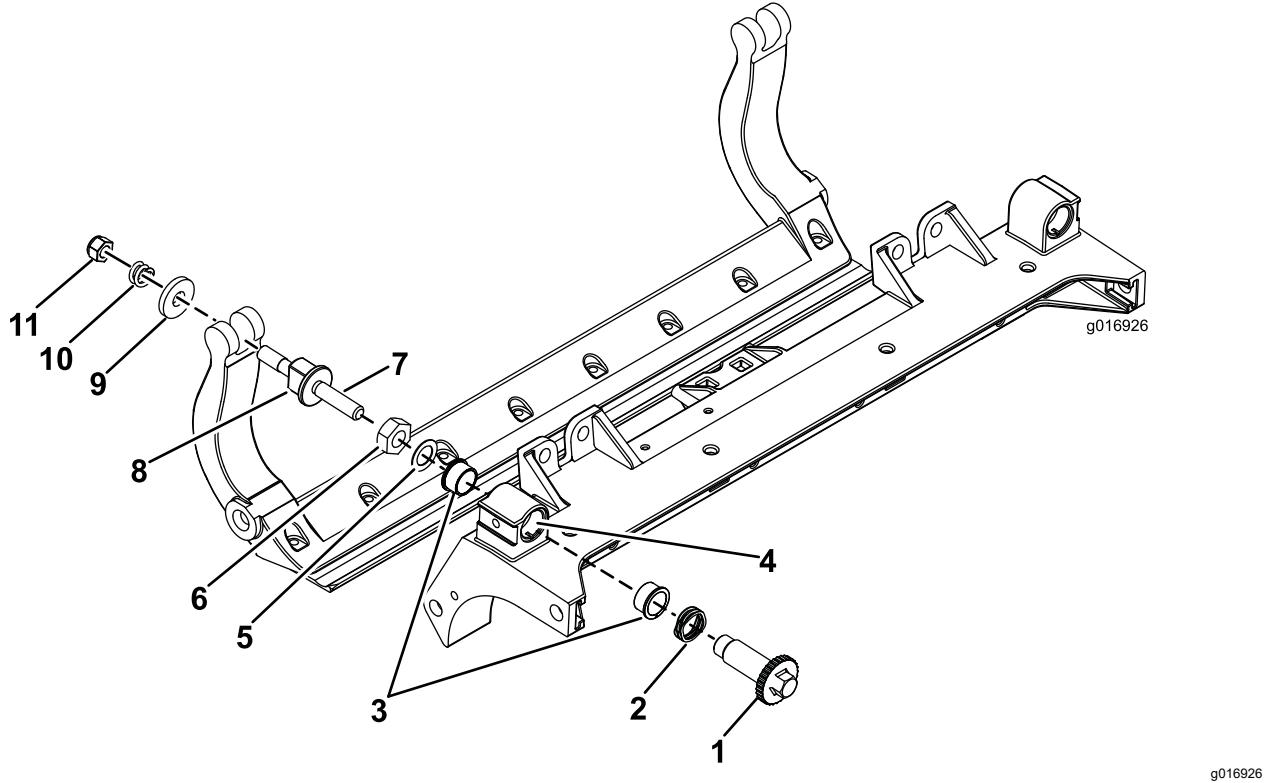

Bild 37
1. Entfernen Sie alle Teile (siehe *Installationsanleitung* für das HD-DPA-Kit und Bild 37).
2. Tragen Sie ein Gleitmittel innen im Büchsenbereich am mittleren Schneideinheitsrahmen auf (Bild 37).
3. Fluchten Sie die Keile an den Flanschbüchsen mit den Schlitten im Rahmen aus und setzen Sie die Büchsen ein (Bild 37).
4. Legen Sie eine Wellenscheibe auf die Einstellerwelle und schieben Sie die Einstellerwelle auf die Flanschbüchsen im Rahmen der Schneideeinheit (Bild 37).
5. Befestigen Sie die Einstellerwelle mit einer Flachscheibe und einer Sicherungsmutter (Bild 37).
12. Legen Sie eine Stahlscheibe außen auf jede Nylonscheibe (Bild 37).
Hinweis: Die Scheiben innen können einen Abstand aufweisen (Bild 37).
15. Ziehen Sie die Mutter an jedem Untermesserträgereinsteller an, bis die Druckfeder ganz zusammengedrückt ist, lösen Sie die Mutter dann um eine halbe Umdrehung (Bild 37).